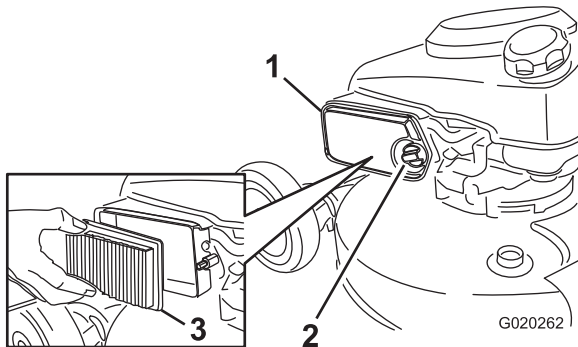

Figure 38
1. Dévissez le bouton et ouvrez le couvercle (Figure 38).
2. Remplacez l'élément du filtre à air (Figure 38).